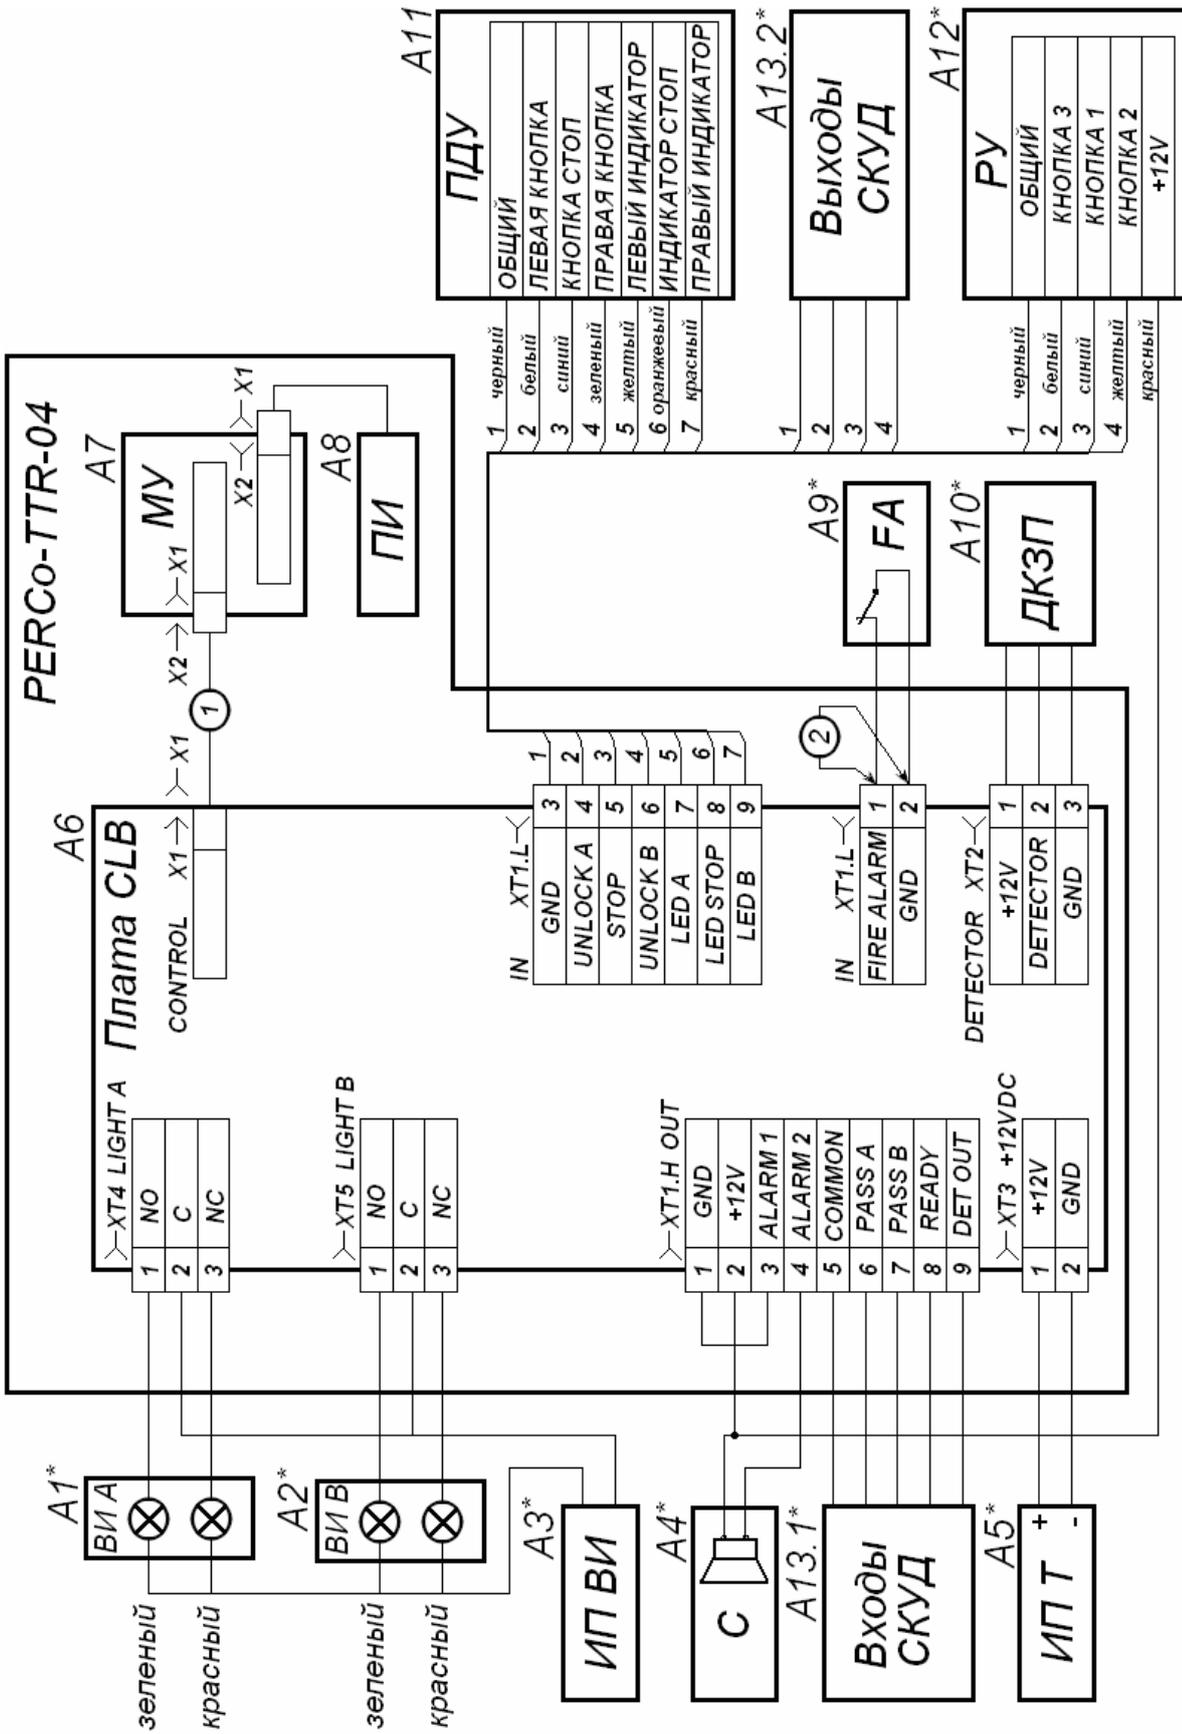

Рисунок 6. Схема электрических соединений турникета (перечень элементов см. в табл. 1; элементы, обозначенные звездочкой, не входят в комплект поставки)
5.2.3 ПДУ/ устройство РУ/ контроллер СКУД (10) и источник питания турникета (8) подключаются к плате управления кабелями (9 и 11) в соответствии со схемой электрической соединений (см. рисунок 6).